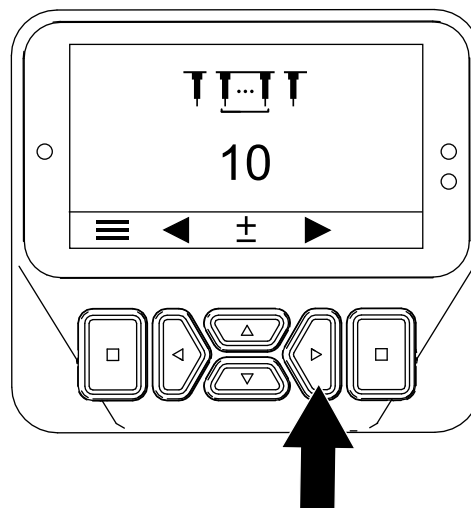

Figure 50
7. Appuyez sur le bouton vers la droite pour afficher l'écran Setting the Tine Quantity (réglage du nombre de louchets) (Figure 50).